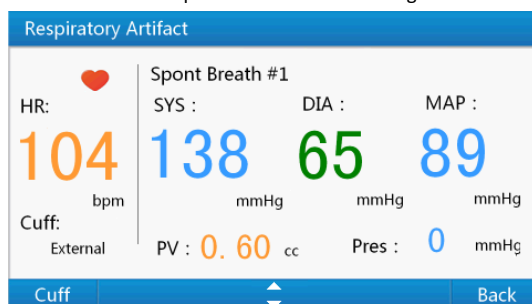

Figura 19 Interfaccia di simulazione della BP in condizioni di artefatto respiratorio
- 1) Selezionare **“Respiratory Artifact”** (Artefatto respiratorio) all'interno di **“BP Simulation Menu”** o utilizzare il tasto numerico **“7”** per accedere all'interfaccia di simulazione della BP in condizioni di artefatto respiratorio mostrata nella Figura 19.